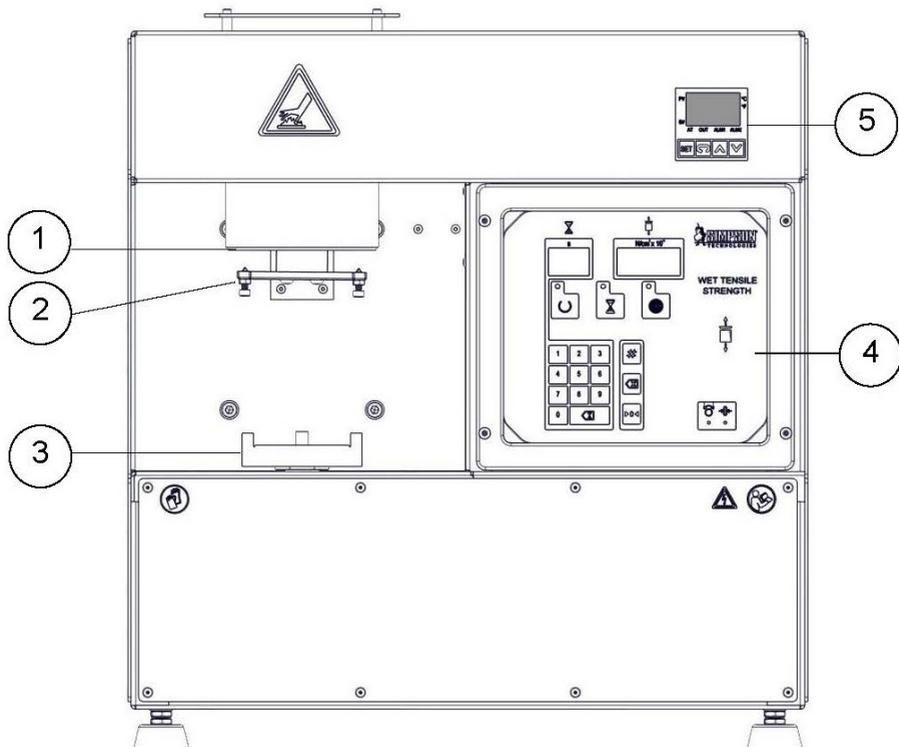

Figure 7-2 - Vue de face
2. Insérez doucement le tube d'alignement principal sur la table (Figure 7-2, élément 3) du testeur de résistance à la traction à l'état humide.
4. Placez délicatement un poids d'étalonnage principal, modèle 42112B, sur la fourche de mesure (Figure 7-2, élément 2). Voir la photo 1 montrant le poids d'étalonnage principal chargé sur la fourche de mesure.
Il est important de centrer les broches de support situées sur la fourche de mesure (Figure 7-2, pos. 2) au centre de la bague détachable du tube à échantillon. Pour vérifier la position des broches, suivez la procédure suivante:
1. Insérez avec précaution le tube principal d'alignement (modèle 42112A) sur la table (Figure 7-2, élément 3) du testeur de résistance à la traction à l'état humide. Poussez doucement le tube principal d'alignement sur la table jusqu'à ce qu'il atteigne la butée rigide située à l'arrière de la table.